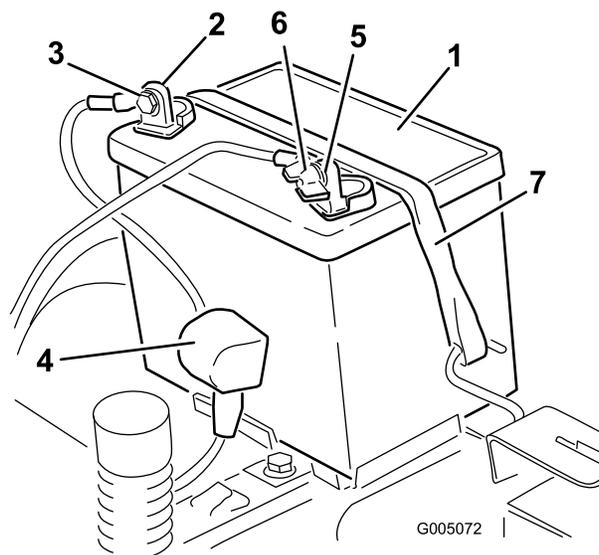

Figura 36
4. Staccate il cavo negativo (nero) di terra dal polo della batteria (Figura 36). Conservate tutti i dispositivi di fermo.
5. Infilate il cappuccio di gomma sul cavo positivo (rosso) della batteria. Staccate il cavo positivo (rosso) dal polo della batteria (Figura 36). Conservate tutti i dispositivi di fermo.
6. Togliete il dispositivo di fissaggio della batteria (Figura 36) e togliete la batteria dal vassoio.
- Posizionate la batteria nella cassetta (Figura 36).
- Fissate la batteria con l'apposito dispositivo (Figura 36).